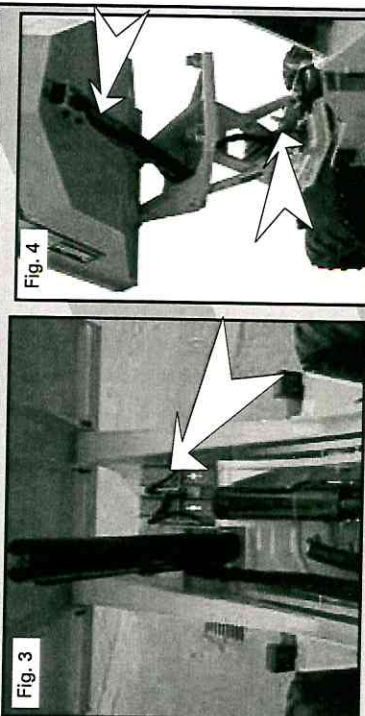

Fig. 3
- El canal de bloqueo del modelo Hi-Swivel se encuentra al levantar la cuchara (Fig. 3)